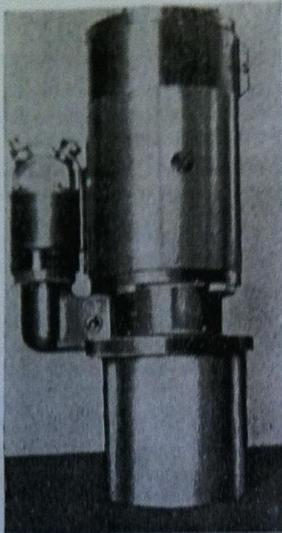

Fig. 137
1. Mettre le démarreur par son flasque côté d'entraînement dans un montage approprié (fig. 137).